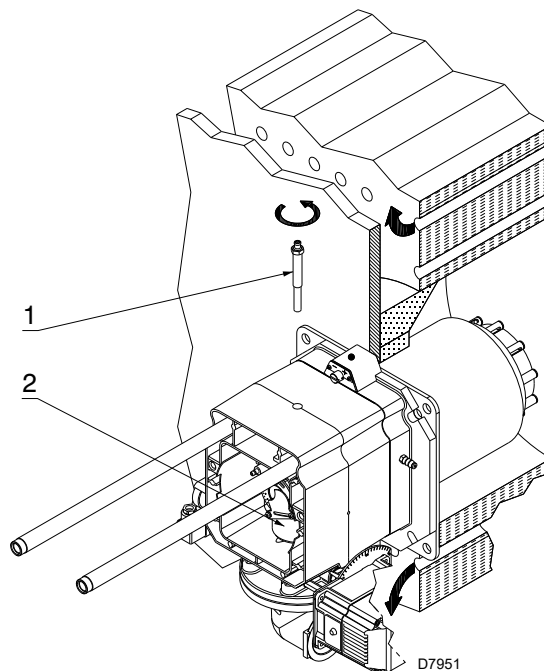

Fig. 15
- d'enlever la vis 1)(Fig. 15) ;
- d'extraire la partie interne 2)(Fig. 15) de la tête et de procéder à leur réglage.
À ce point de l'installation, la tête de combustion est fixée à la chaudière comme illustré dans la Fig. 15 à la page 21. Il est donc facile de la régler, le réglage dépend uniquement de la puissance maximale du brûleur.